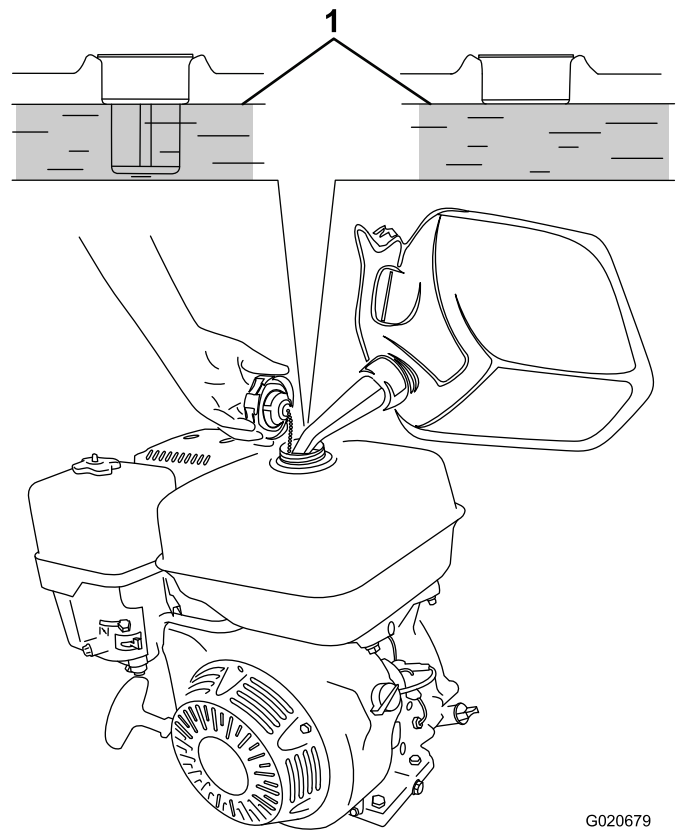

Figura 33
3. Añada gasolina sin plomo al depósito de combustible hasta que el nivel llegue al borde inferior del nivel máximo de combustible, según se muestra en Figura 33.